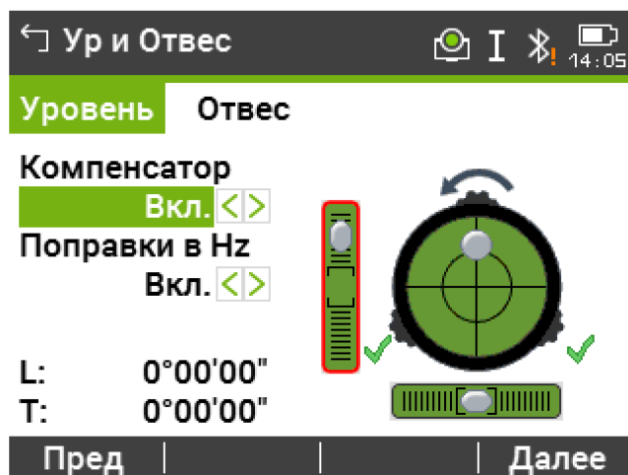

Рисунок 16 – Электронный уровень первой оси, приведенный в нульпункт
Примечание: Когда электронный уровень будет приведен в нульпункт, эти стрелки будут заменены галочками (рисунок 16). Для цветного сенсорного дисплея: Если прибор не отгоризонтирован по одной оси, то контур круглого уровня и цилиндрических уровней выделяется красным, в противном случае контур черный.
5. Приведите электронный уровень в нульпункт по второй оси, вращая третий подъемный винт. Стрелка подскажет нужное направление его вращения (рисунок 16). Появление трех галочек на дисплее означает, что инструмент точно отгоризонтирован. Нажмите Далее (рисунок 17).